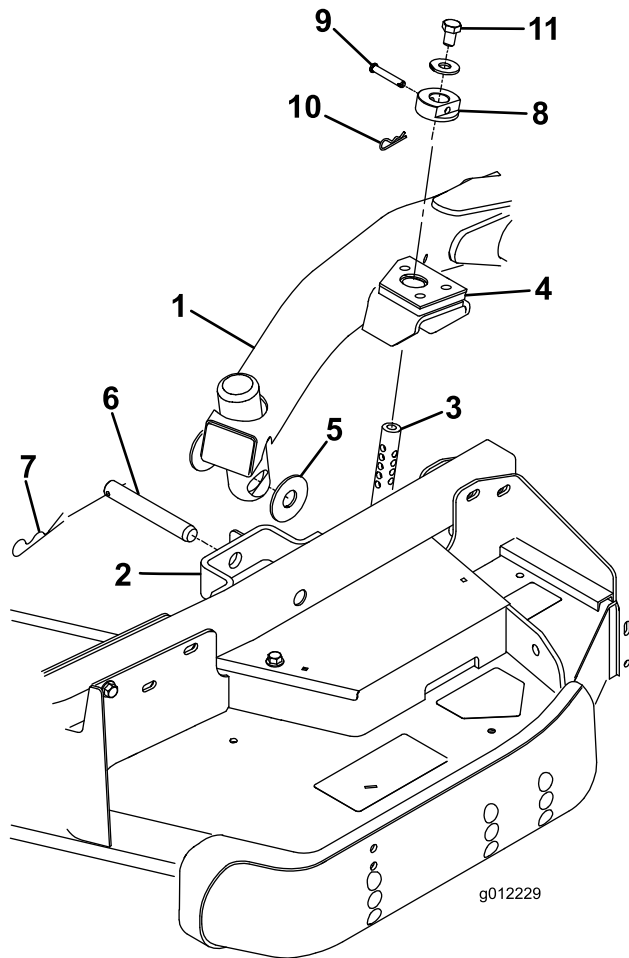

図 23
4. 昇降レバーをフロート位置にセットする。昇降アームを押し下げて、昇降アームについている穴とキャスタアームのブラケットについている穴を整列させ、昇降アームのパッドに刈高ロッドを挿入できるようにする 図 23。
トの間にスラストワッシャを入れ 図 23、コッターピンを、キャスタアームタブのスロットに差し込んで固定する。
9. 刈高ロッドに刈高カラーを取り付け、クレビスピンとヘアピンコッターで固定する 図 23。
10. 刈高ロッドのそれぞれの上部に、ボルト1/2 x 3/4"とワッシャを取り付ける 図 23。